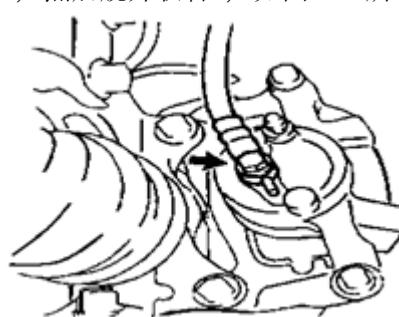

图 3-12
(1) 从前盘式制动钳体上拆下空心螺栓和垫圈，然后脱开软管，如图3-12所示。